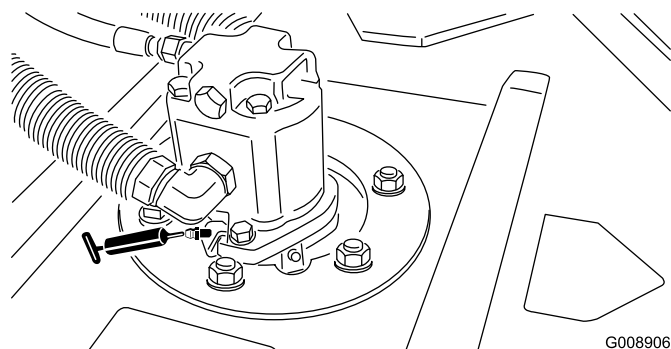

Рисунок 37
- Подшипники шпинделя режущего блока (по 2 шт. на режущий блок) (Рисунок 37)